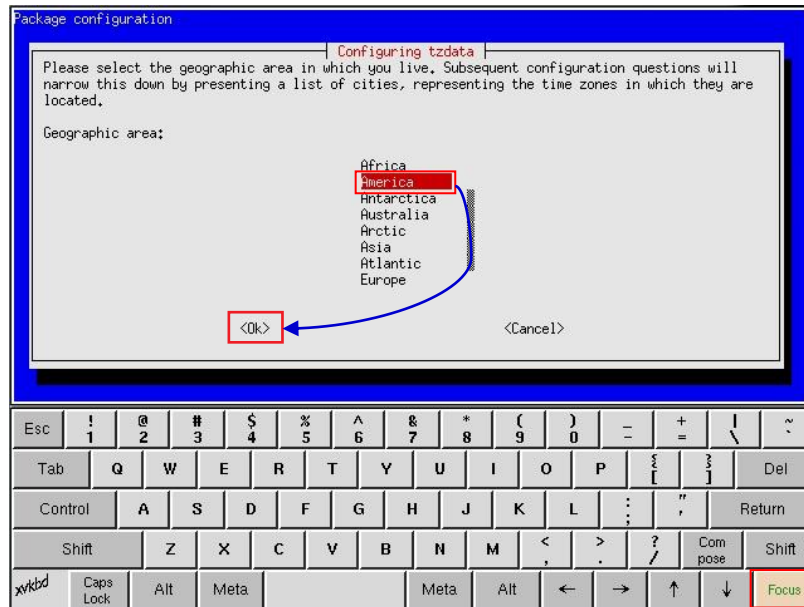

图 49 时区 - 设置地理区域.
4. 点击 [诊断/维护]→[设置时区] 来访问时区选择页面，将会弹出一个新窗口，如图 49 所示。